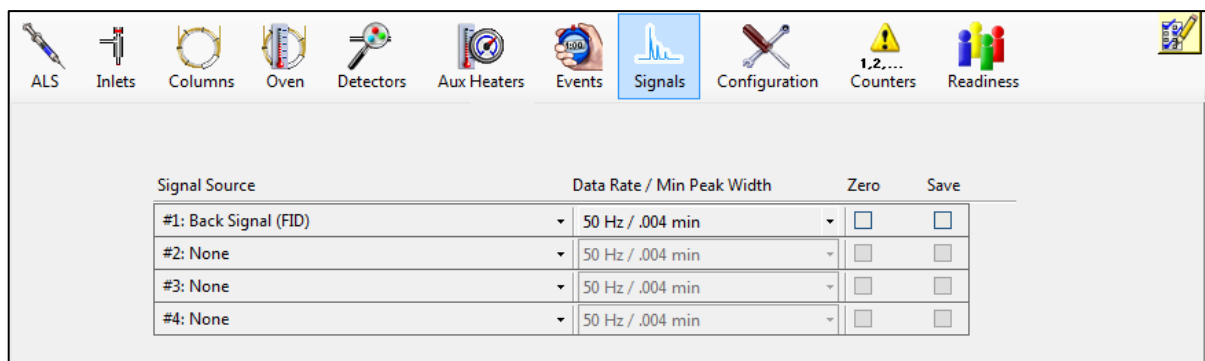

Figura 18. Ícone "Signals" da janela "GC Edit Parameters", incluindo exemplo de preenchimento de informações.
- 4.1.52 Clique no ícone "Signals" da janela "GC Edit Parameters" (Figura 18).